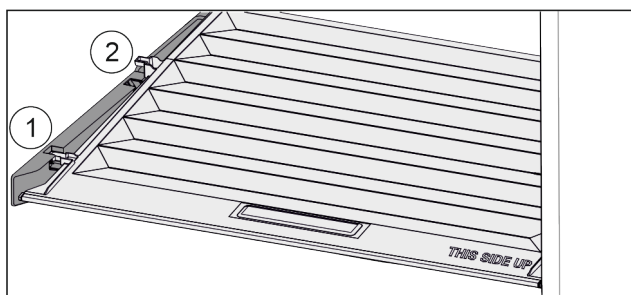

Fig. 51
- ▶ Veko potiahnite dopredu až k otvoru v prídržných dieloch Fig. 51 (1).
- ▶ Vzadu ho nadvihnite zospodu a zložte smerom nahor Fig. 51 (2).